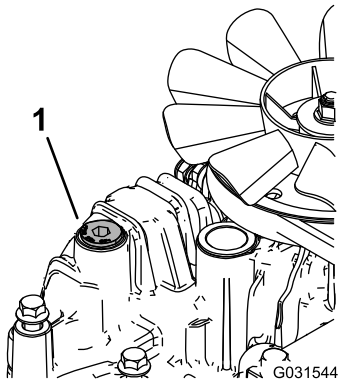

Figure 77
11. Dévissez le bouchon d'aération sur chaque transmission pour qu'il soit desserré et ballotté (Figure 77).